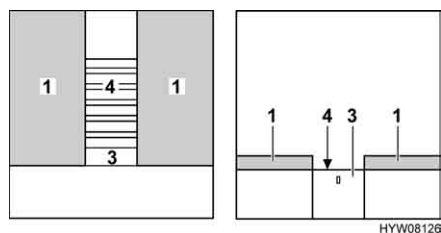

Fig. 68 Durante la trasformazione
- Estrarre completamente il telaio portamaterasso (Fig. 68,4). A tal fine estrarre la base estraibile (Fig. 68,3).